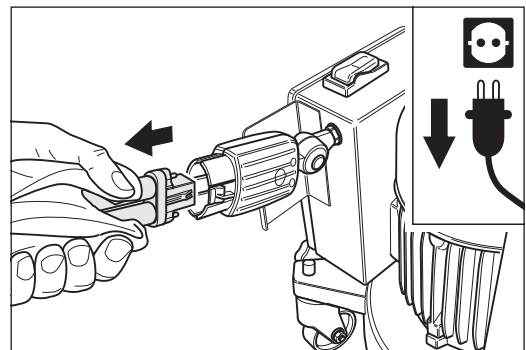

Abb. 88 Die defekte Leuchtröhre **vorsichtig** aus der Fassung ziehen.
- 4 Legen Sie einen Lappen oder ähnliches um die Leuchtröhre und ziehen Sie diese **vorsichtig** aus der Fassung heraus. Bewegen Sie dabei die Leuchtröhre gegebenenfalls vorsichtig hin- und her (Abb. 88).